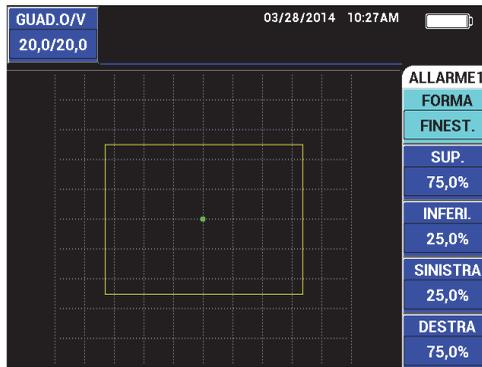

Figura 5-242 Menu di allarme
2. Premere il tasto di funzione A per selezionare l'allarme **FORMA** e ruotare la manopola per selezionare il tipo di allarme desiderato: **FINEST.** (finestra scansione), **SCAN.** (scansione), **SETTORE** o **POLARE** (vedere Figura 5-242 a pagina 315).